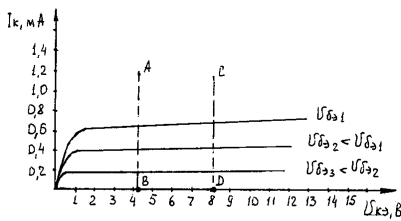

Рис.2
- Большая разница, очень большая! Вот взгляни на **рис.2**. Основные параметры транзисторной пары замерялись на участке, ограниченном вертикалью АВ. Все было в порядке, параметры замерялись четко. Так?